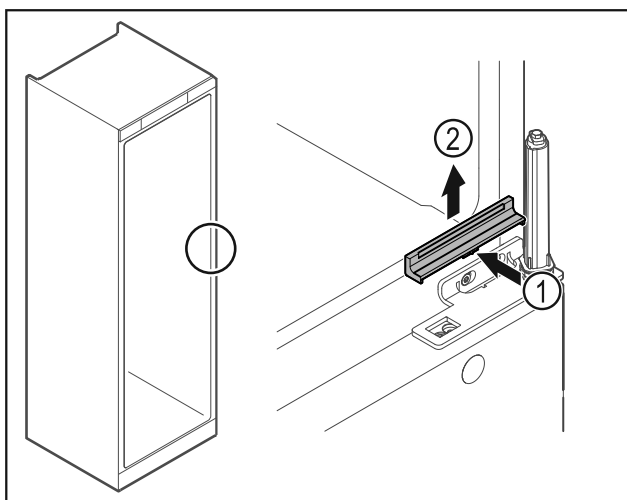

Fig. 25
- ▶ Натиснете леко навътре капака Fig. 25 (1) в средата и го свалете нагоре Fig. 25 (2).